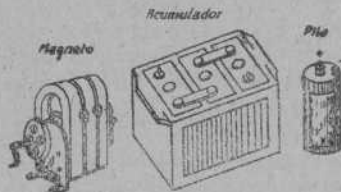

FIG. 3
**GENERADORES ELÉCTRICOS** (fig. 3). — Son, como sabemos, aquellos aparatos que mueven la electricidad, produciendo una corriente eléctrica. En telefonía se emplean los siguientes: